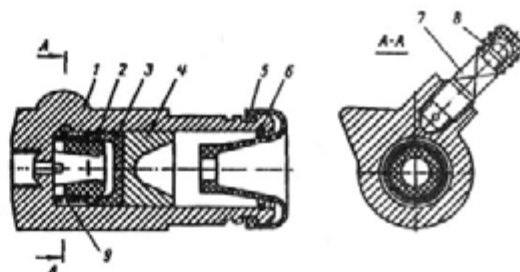

Рис. 89. Рабочий цилиндр привода сцепления:
Перед снятием и разборкой привода выключения сцепления слейте рабочую жидкость. Для этого наденьте на клапан 7 выпуска воздуха (рис. 89) рабочего цилиндра один конец резиновой трубки, другой ее конец введите в чистый сосуд для сбора жидкости, затем отверните клапан выпуска воздуха на 1,5—2 оборота и периодически нажимайте на педаль сцепления до тех пор, пока жидкость не будет целиком удалена из гидравлической системы. Затем, сняв резиновую трубку, наденьте на клапан 7 выпуска воздуха защитный колпачок 8. После этого приступите к снятию и разборке узлов привода выключения сцепления, соблюдая следующий порядок:
- снимите с выточки корпуса рабочего цилиндра (см. рис. 89) защитный колпачок 5, а с клапана 7 защитный резиновый колпачок 8;